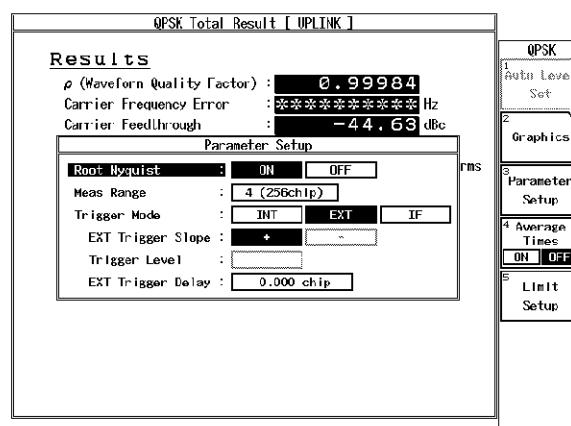

図 6-13 測定パラメータ表示
- R3267 シリーズを IQ 入力、QPSK 測定に設定し、パラメータを図 6-13 のように設定し、**DC CAL** を実行します。